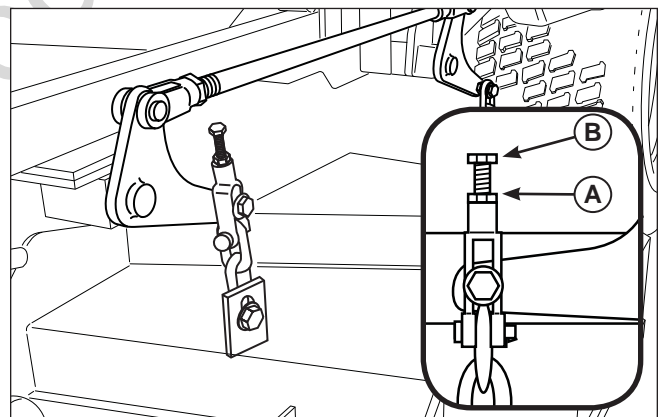

Figura 41. Ajuste fino
1. Afloje la tuerca de la mermelada (A, Figura 41) y gire el tornillo de ajuste fino (B) para ajustar la altura de la cubierta hasta la parte delantera mediciones es igual a 4” (10,2 cm). Gire el perno EN EL SENTIDO DE LAS AGUJAS DEL RELOJ para elevar la plataforma y EN SENTIDO CONTRARIO AL DE LAS AGUJAS DE RELOJ para bajar la plataforma.